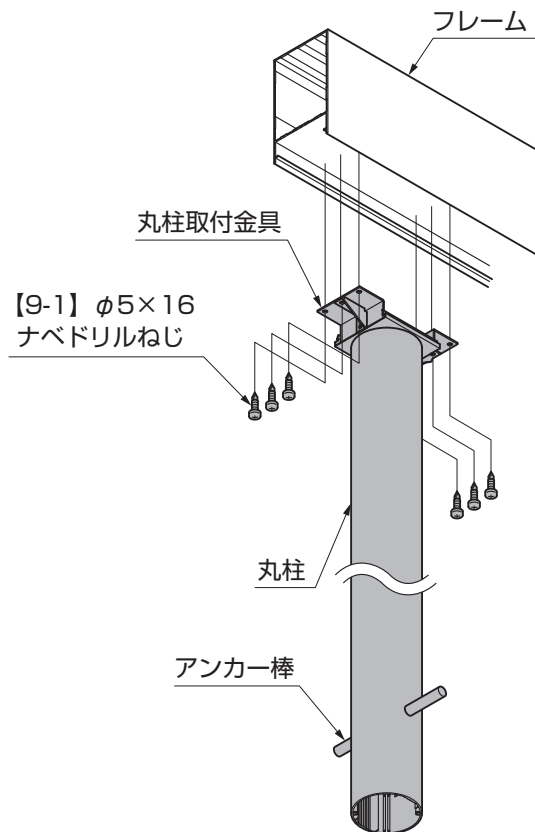

図4-25
- ④丸柱取付金具をフレームに【9-1】で取付けてください。(図4-25参照)
- ⑤丸柱中間用にアンカー棒を差込み建込んでください。(図4-25参照)